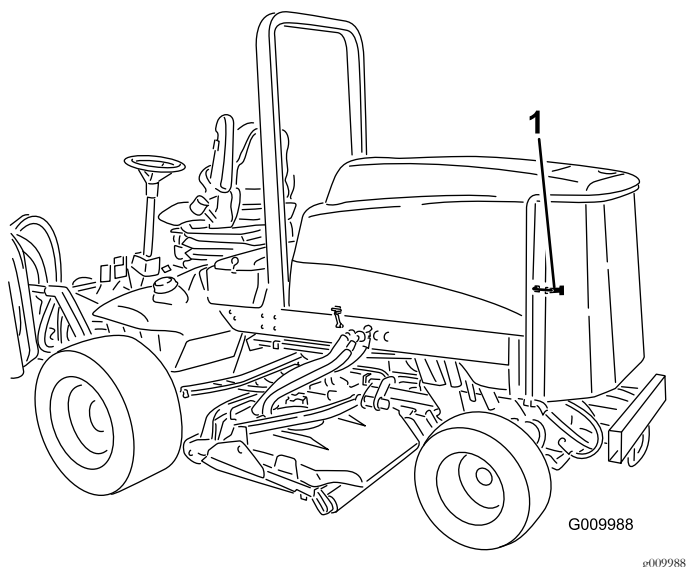

Figura 62
1. Desenganche y abra la rejilla trasera (Figura 62).